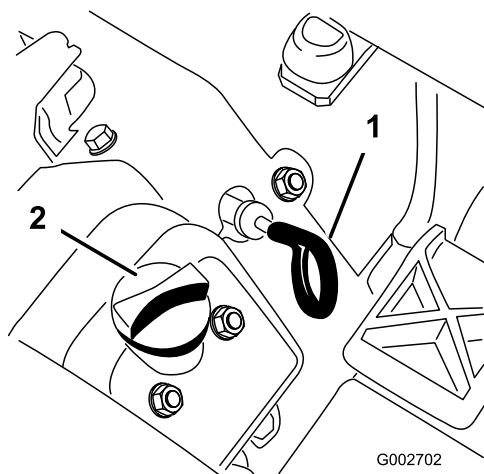

Bild 24
3. Reinigen Sie den Bereich um den Ölfüllstutendeckel bzw. den Peilstab vor dem Abnehmen, damit kein Schmutz oder Schnittgut usw. in den Motor gelangt (Bild 24).
4. Ziehen Sie den Peilstab heraus (Bild 24) und wischen Sie ihn mit einem sauberen Lappen ab.